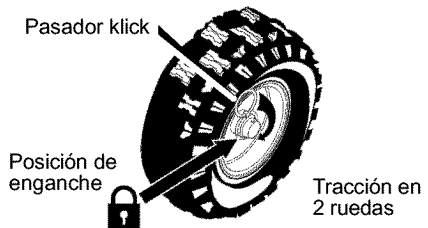

Figura 46
1. La rueda del lado izquierdo va asegurada al eje por medio de un pasador de enganche (**pasador klick**). Esta unidad fue despachada con el pasador en la **posición de enganche** (a través del agujero de la rueda). Figura 46.